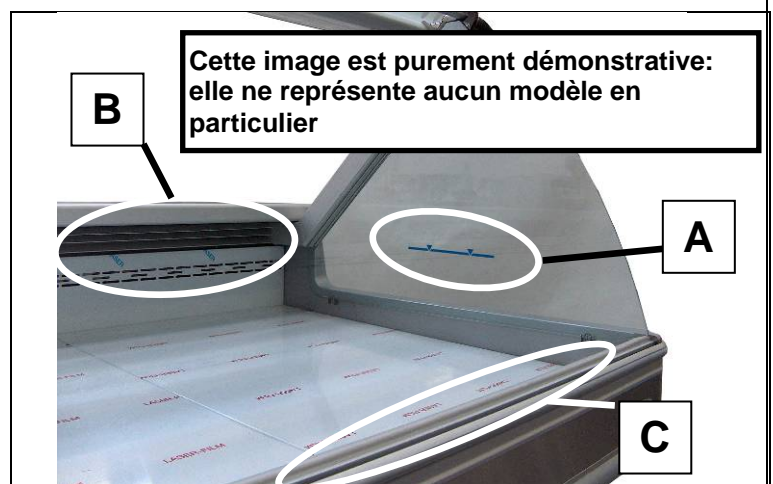

Fig. 1: autres détails
- Ne pas dépasser la ligne de chargement maximum "A" indiquée sur le vitrage latéral (fig. 1)
- Ne pas entraver les fissures de sortie "B" et de reprise de l'air "C" (fig. 1)
Le présentoir peut être équipé d'un système d'éclairage indépendant du système de réfrigération. L'activation/exclusion s'effectue grâce aux interrupteurs placés sur le boîtier électrique «PREMIER DÉMARRAGE » (fig. 1):